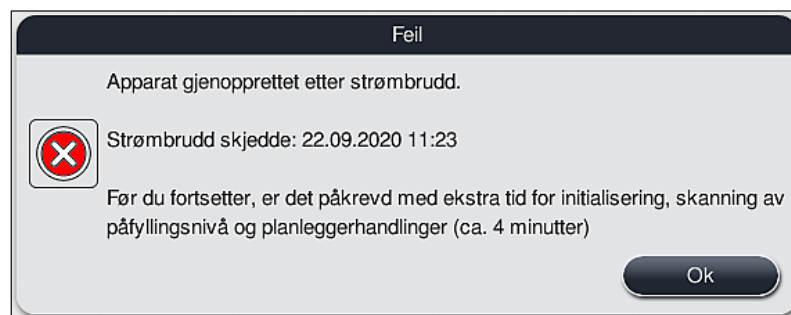

Fig. 106
- ① Den første informasjonsmeldingen etter at enheten starter igjen, varsler brukeren automatisk om tidspunktet for strømbruddet (→ "Fig. 106"). Bekreft meldingen med **OK**-knappen. Deretter vises flere instruksjoner om hvordan fargeprosessen skal fortsettes.